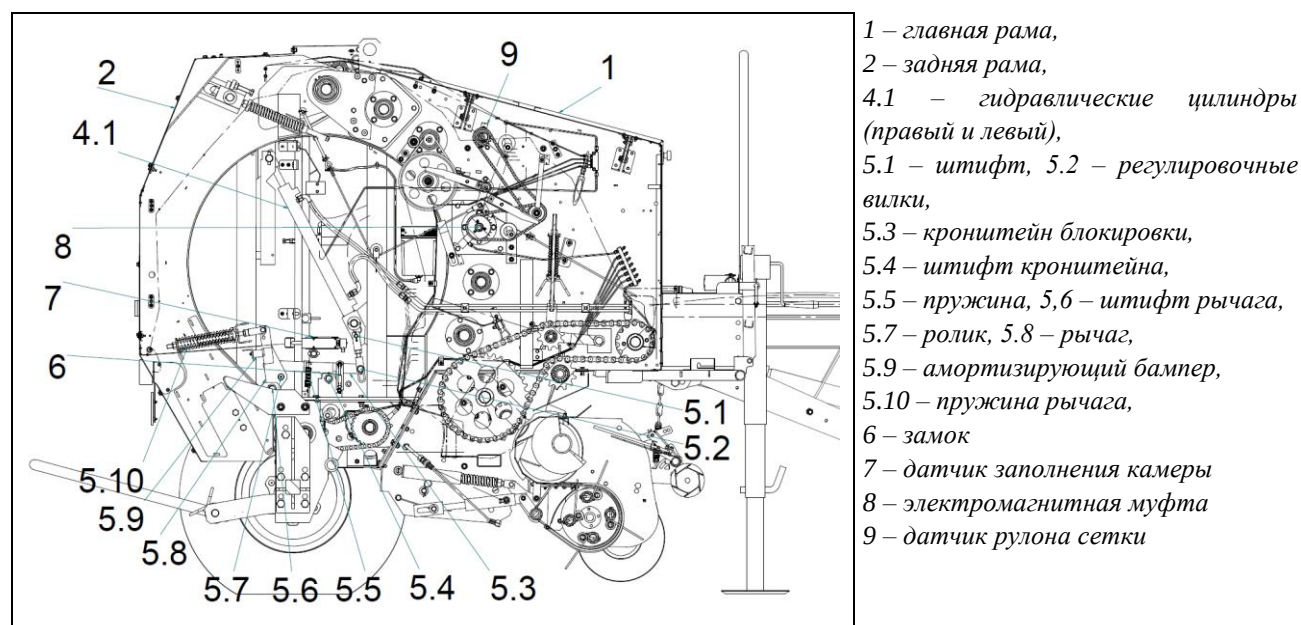

Рис. 36. Механическая блокировка задней рамы, вид справа
Пресс-подборщики оснащены механической блокировкой задней рамы (Рис. 36). Задняя рама с механической блокировкой закрывается в рабочем (опущенном) положении симметрично справа и слева при помощи поворотных кронштейнов замков (5.3), установленных на штифтах (5.4) в главной раме (1). В корпусе задней рамы (2) установлены поворотные рычаги (5.8), натягиваемые пружинами (5.10). В корпусах рычагов (5.8) на штифтах рычагов установлены ролики (5.7).